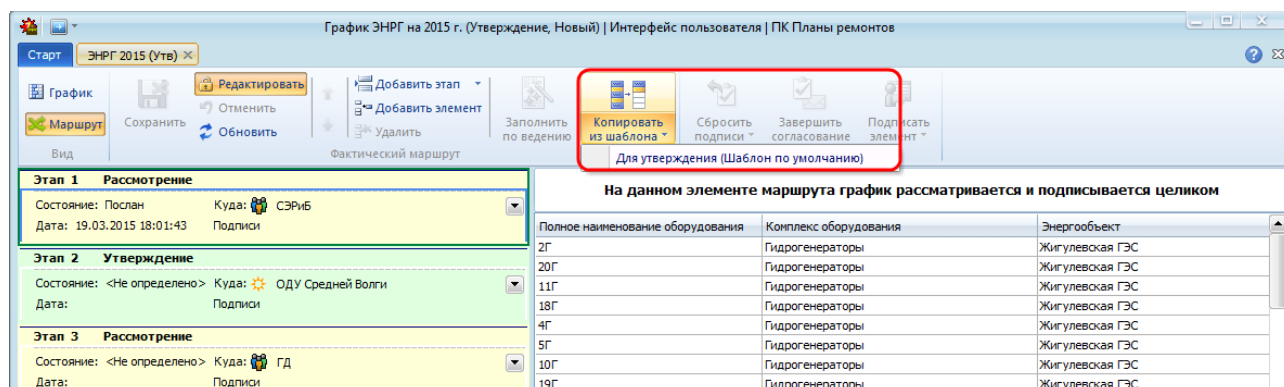

Рисунок 11.15 – Выбор предопределенного маршрута
- 2) из раскрывающегося списка по кнопке « Копировать из шаблона» выбрать predetermined маршрут (Рисунок 11.15). Первым предлагается маршрут «по умолчанию». Также маршрут «по умолчанию» загружается по нажатию кнопки « Копировать из шаблона».